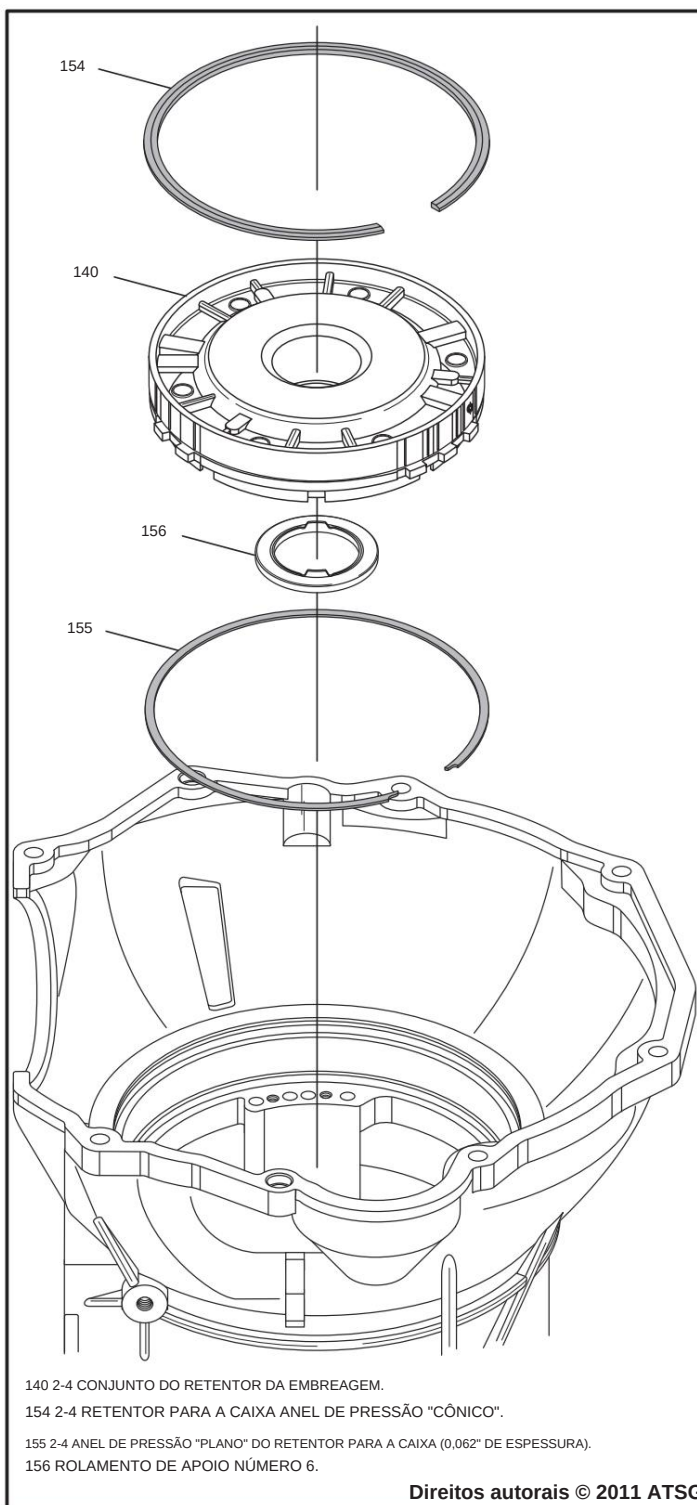

Figura 48
31. Remova o anel elástico dianteiro do retentor da embreagem 2-4, que é um anel de pressão **cônico**, do caso mostrado na Figura 48.
32. Remova o retentor da embreagem 2-4 da caixa, conforme mostrado na Figura 48, e reserve para a seção de reconstrução do componente.
33. Remova o anel elástico traseiro do retentor da embreagem 2-4, que é um anel de pressão **plano** da caixa, conforme mostrado na Figura 48.